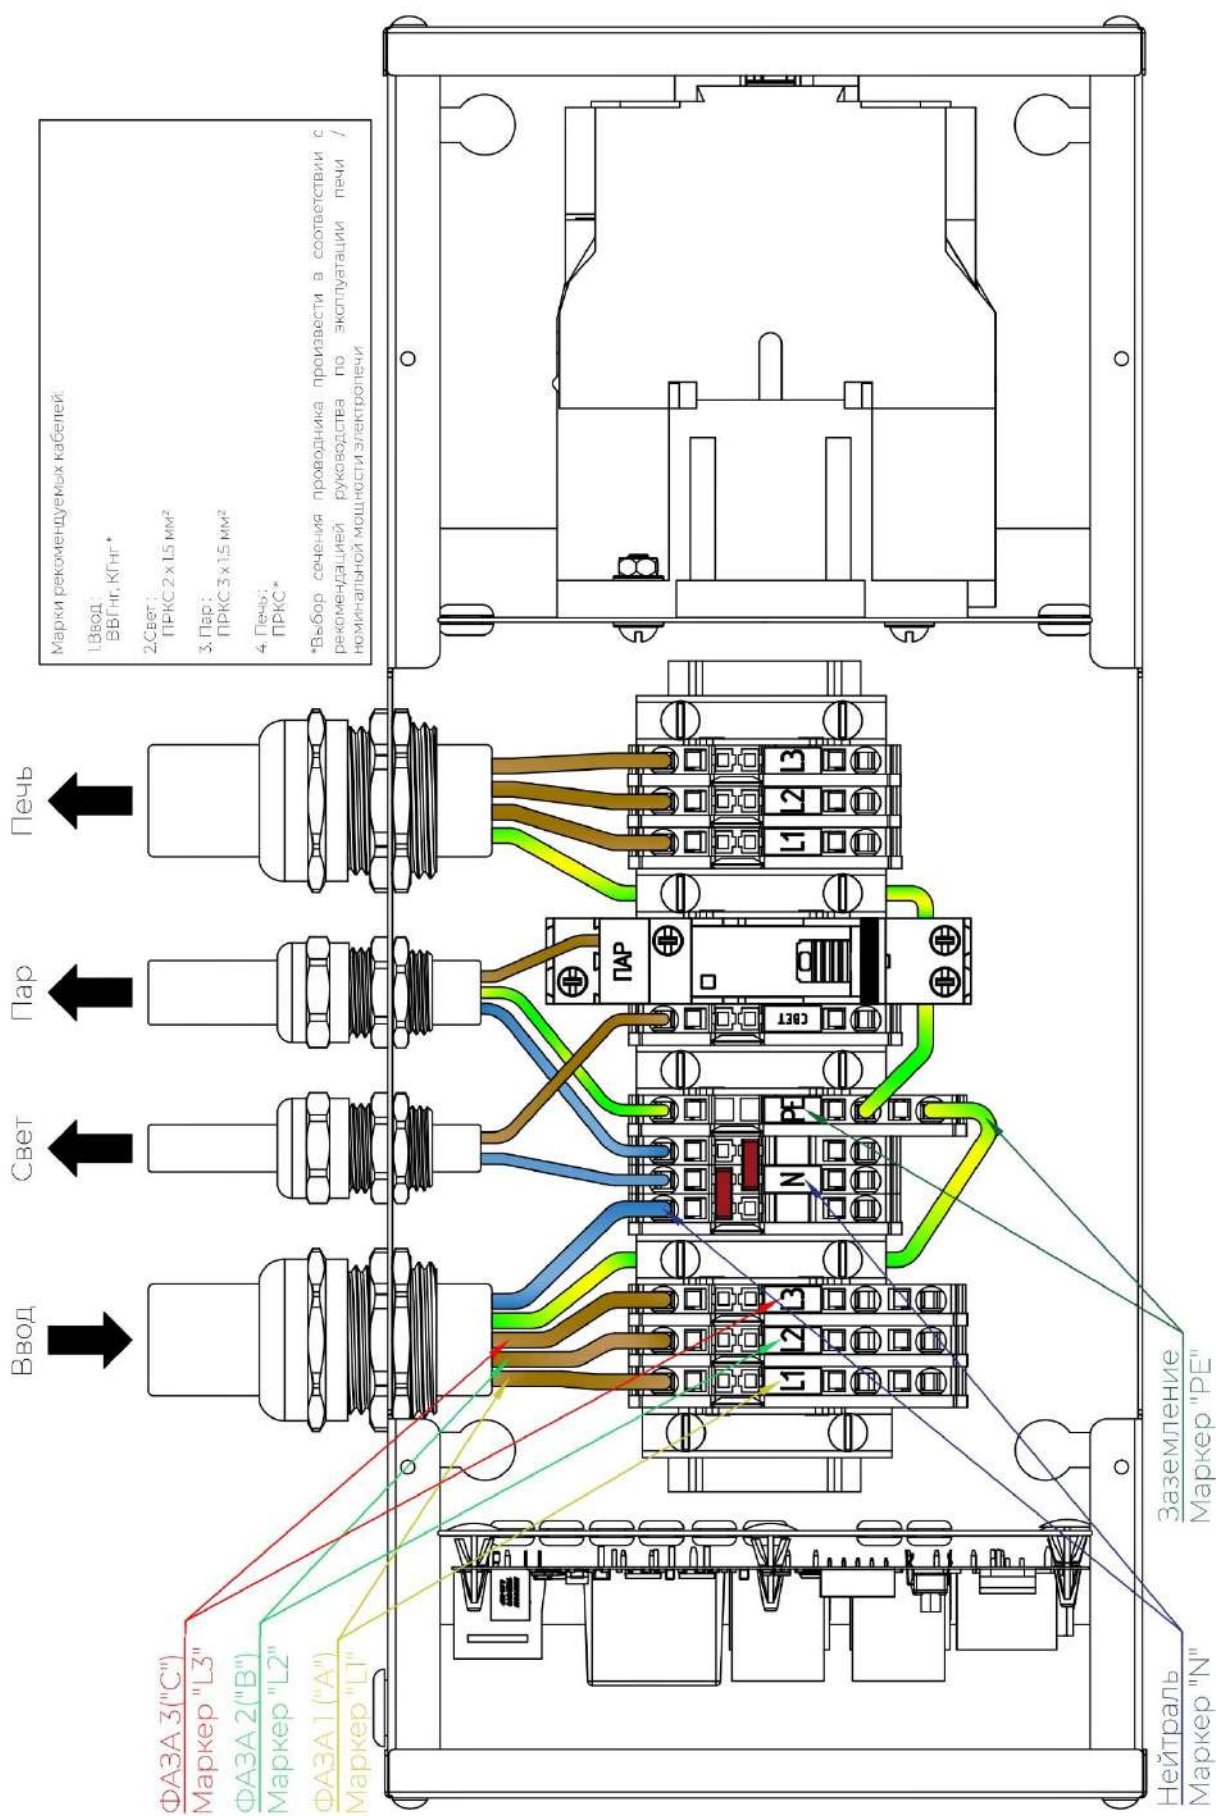
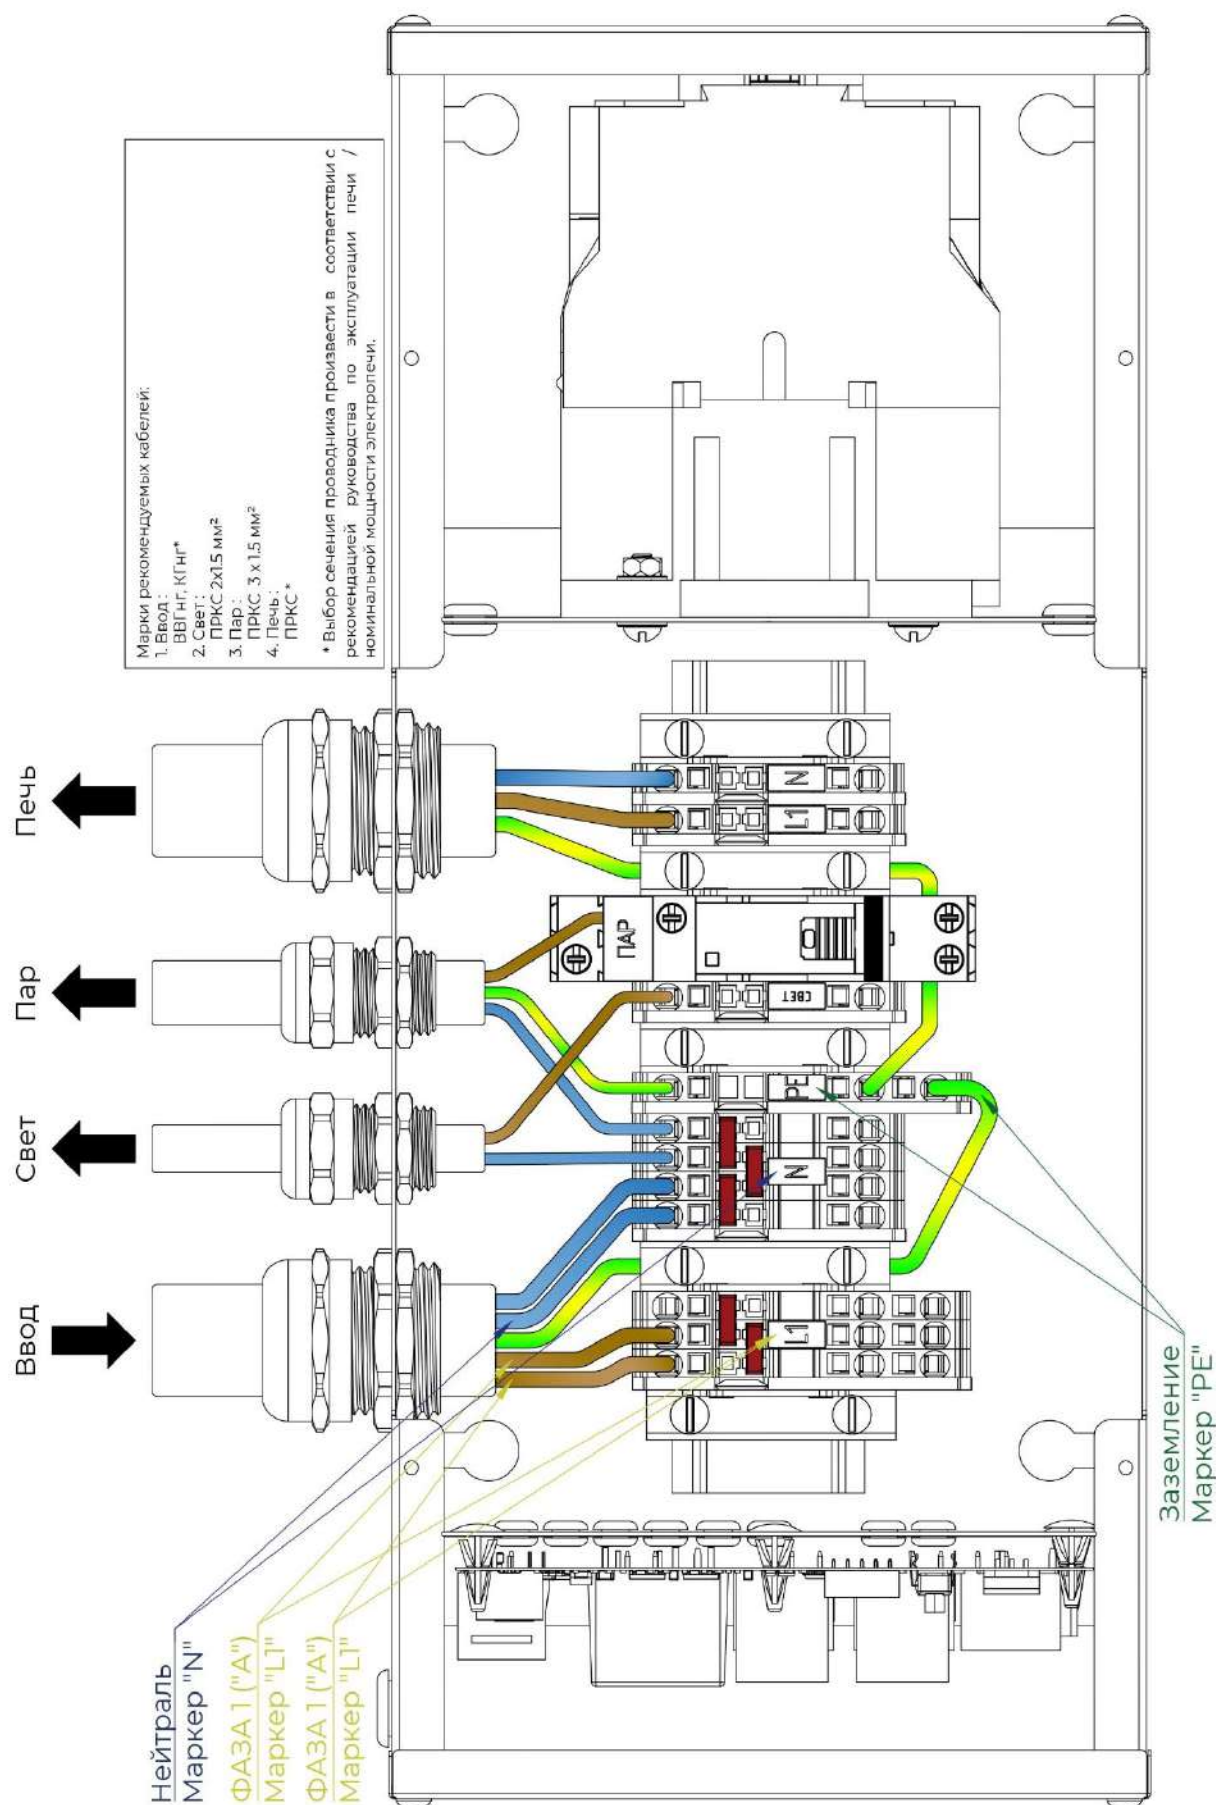

Рис. 19.: Схема расположения подключаемых проводников. Трёхфазный блок.
Рис. 20.: Схема расположения подключаемых проводников. Однофазный блок.
2. Схемы подключения к сети питания. (Рис. 19.: Схема расположения подключаемых проводников. Трёхфазный блок., Рис. 20 Схема расположения подключаемых проводников. Однофазный блок.).